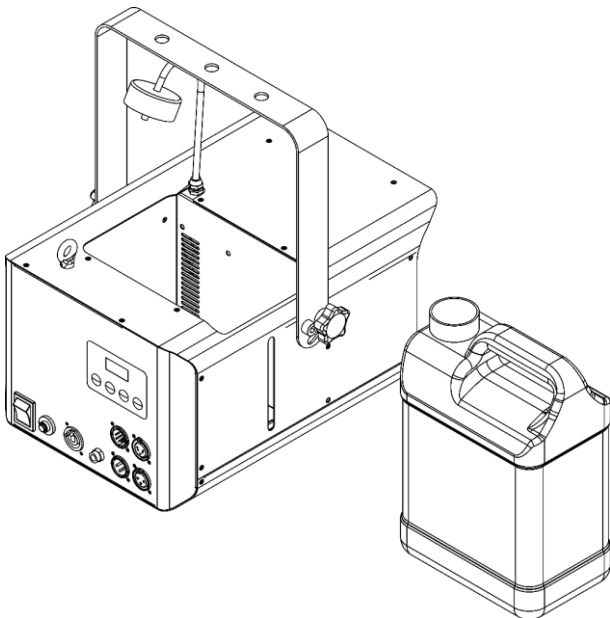

Fig. 16
- 04) Placez le réservoir de liquide sur une surface plane près de l'appareil, comme indiqué sur la Fig. 16.